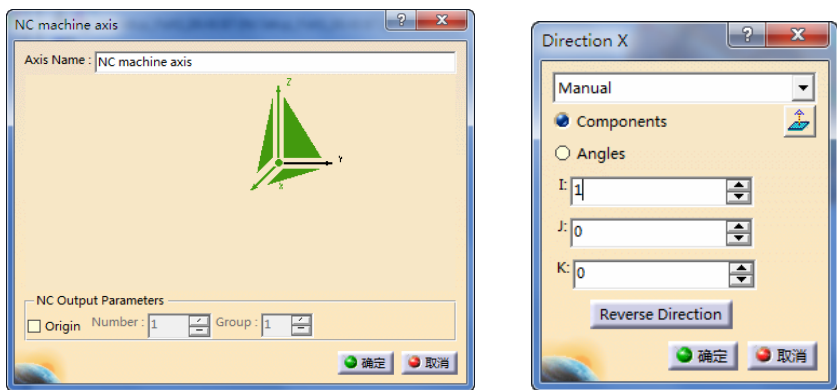

图 7-112 X 轴方向设定 (3)
● 单击对话框中的 X 轴，系统弹出“Direction X”对话框，设置 X 轴方向设定 (3) 如图 7-112 所示。单击“确定”按钮完成设定。